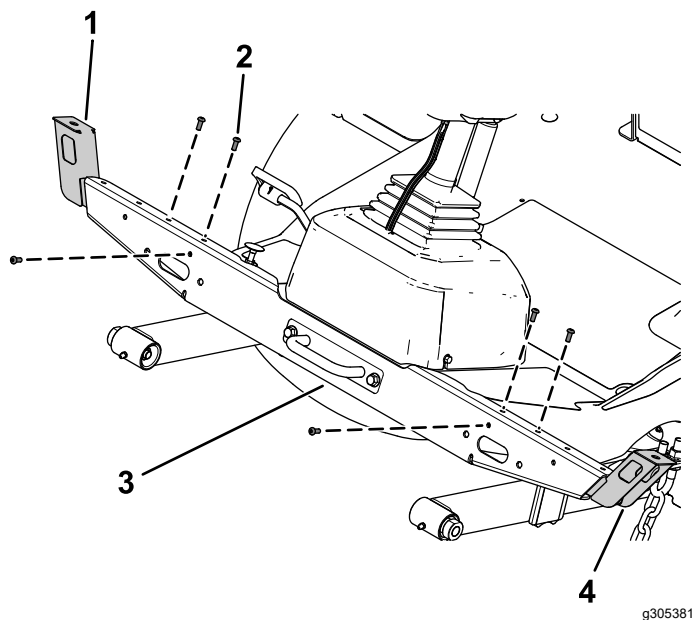

Bild 13
3. Befestigen Sie die linke und rechte Scheinwerferhalterung mit drei Halbrundschräuben ($\frac{1}{4}'' \times \frac{5}{8}''$) durch die Sicherungsmuttern an der Kreuzhalterung der Scheinwerfer auf jeder Seite (**Bild 13**).